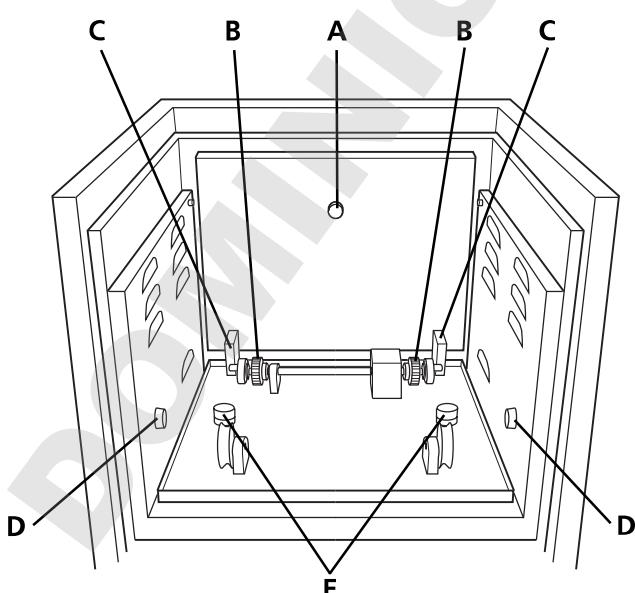

Abb. 4: Antriebskomponenten des Inkubators SI30H
- 5.4 Die Rotisserie auf dem Rotationsmechanismus des Inkubators platzieren. Dabei muss sichergestellt werden, dass die gezahnten Bänder an beiden Enden der Rotisserie auf die Stahlzähne des Rotationsmechanismus auf der Rückseite des Inkubators gesetzt werden (Abbildung 4, B). Die Plastikflansche der Rotisserie müssen mit den kleinen Rädern auf dem Boden des Inkubators übereinstimmen. Anschließend die Inkubatortür schließen.
- 6.2 Die Plattform an ihrem Griff (Abbildung 4, A) aus ihrer Transportposition herausnehmen, nach vorne schieben und auf dem Schüttelmechanismus platzieren. Dazu müssen die seitlichen Stifte der Plattform in die Halterungen (D) an den Seitenwänden der Inkubatorkammer eingesetzt werden. Dabei müssen die Nylonblöcke (C) an der Unterseite der Plattform auf den Stiften (E) aufliegen, die aus dem Rüttelmechanismus an der Rückseite des Inkubators herausragen.